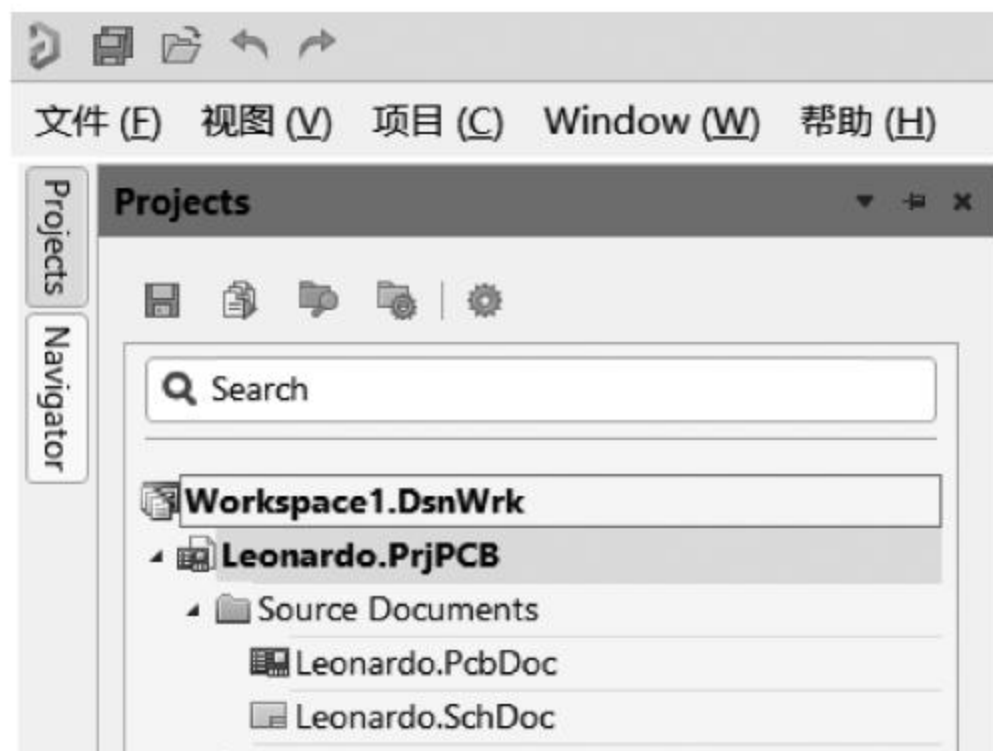

图 1-26 重启最近的工作区
- 重启最近的工作区:勾选此复选框,可在软件重启时自动打开上次保存的工作区,如图 1-26 所示。